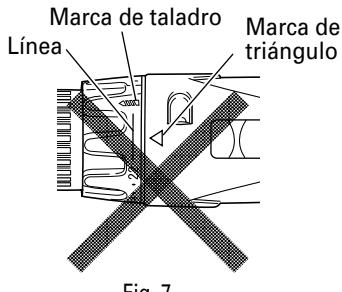

Fig. 7
- Evite usar la unidad con el número del dial del embrague entre "22" y la línea provista en el medio de la marca del taladro. Si lo hiciera, se podrían producir daños. (Consulte la Fig. 7).